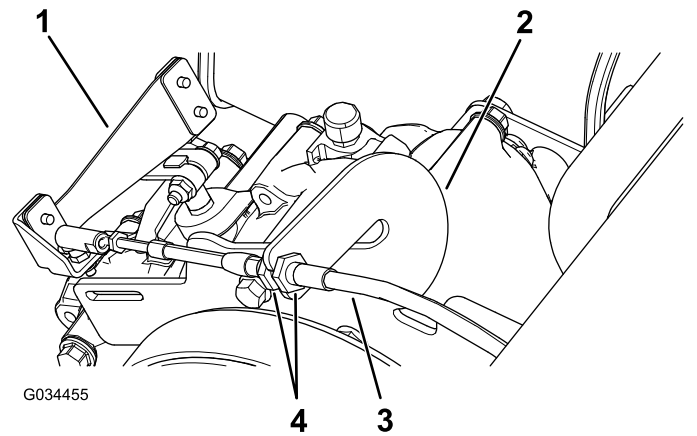

Bild 60
- Lösen Sie die Klemmmuttern am Bowdenzug und stellen sie ggf. ein (Bild 60).
- Testen Sie die Ganghebelstellung, indem Sie den Ganghebel auf drei unterschiedliche Stellungen drehen. Prüfen Sie, ob der Ganghebel (Bild 60) richtig beim Ändern der Gänge schaltet, siehe Ganghebel und Ganghebelanzeige \(Seite 12\).